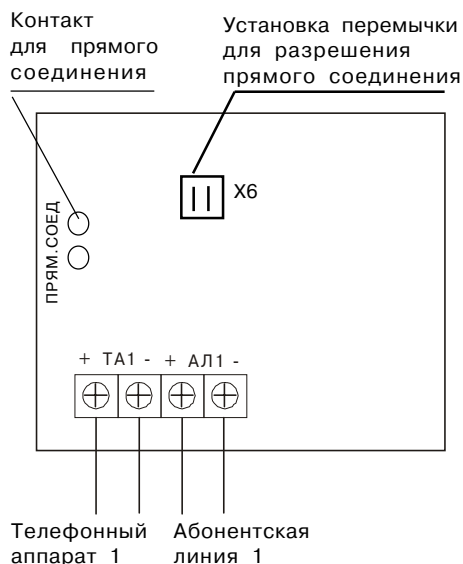

Рис. 5
1.3.2.1 Схема внешних подключений МАД приведена на рис. 5.
3. Подключите МАД согласно рис.5.